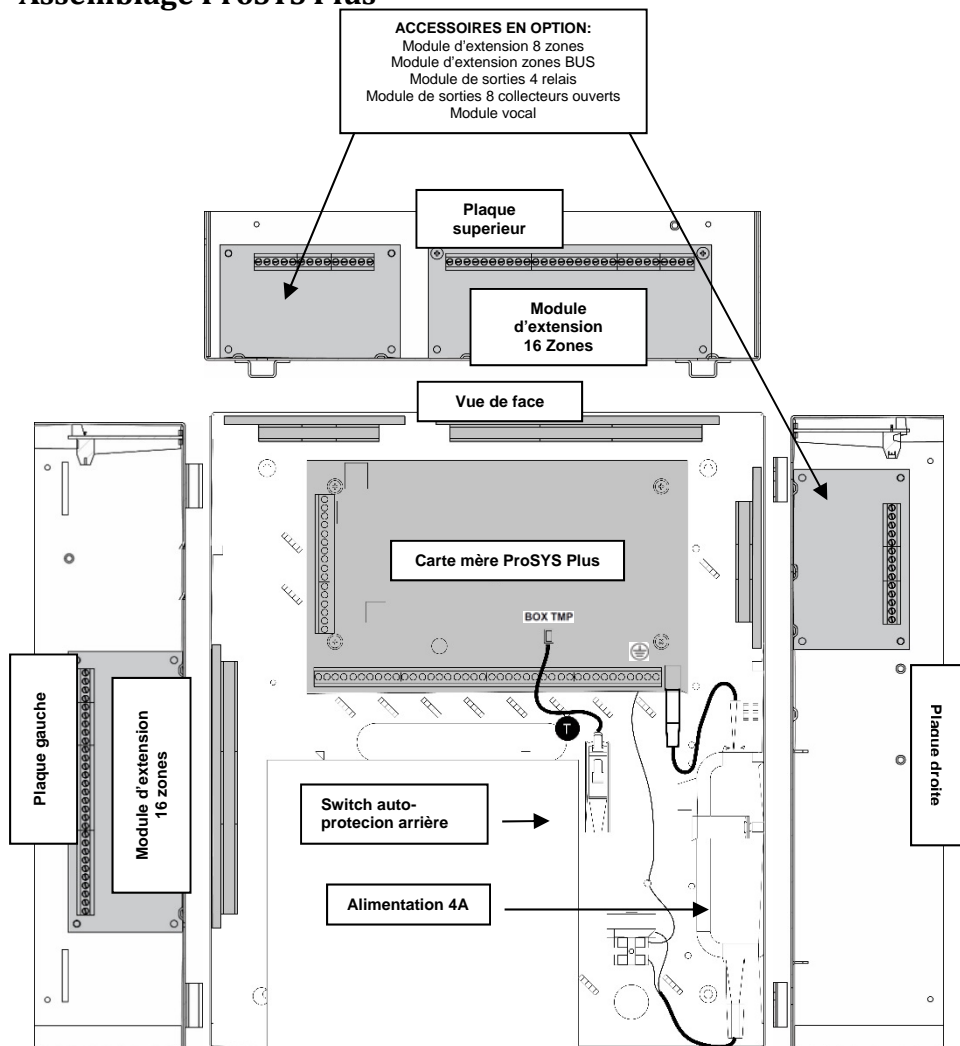

Figure 2
1. Installer la carte mère ProSYS Plus comme indiqué ci-dessus (figure 2).